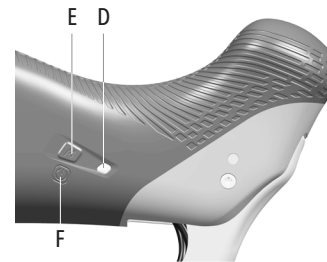

Fig.8
- D - Led de comunicación (Fig.8)
- E - Botón MODE Ergopower (Fig.8)
- F - Botón de encendido (Fig.8)